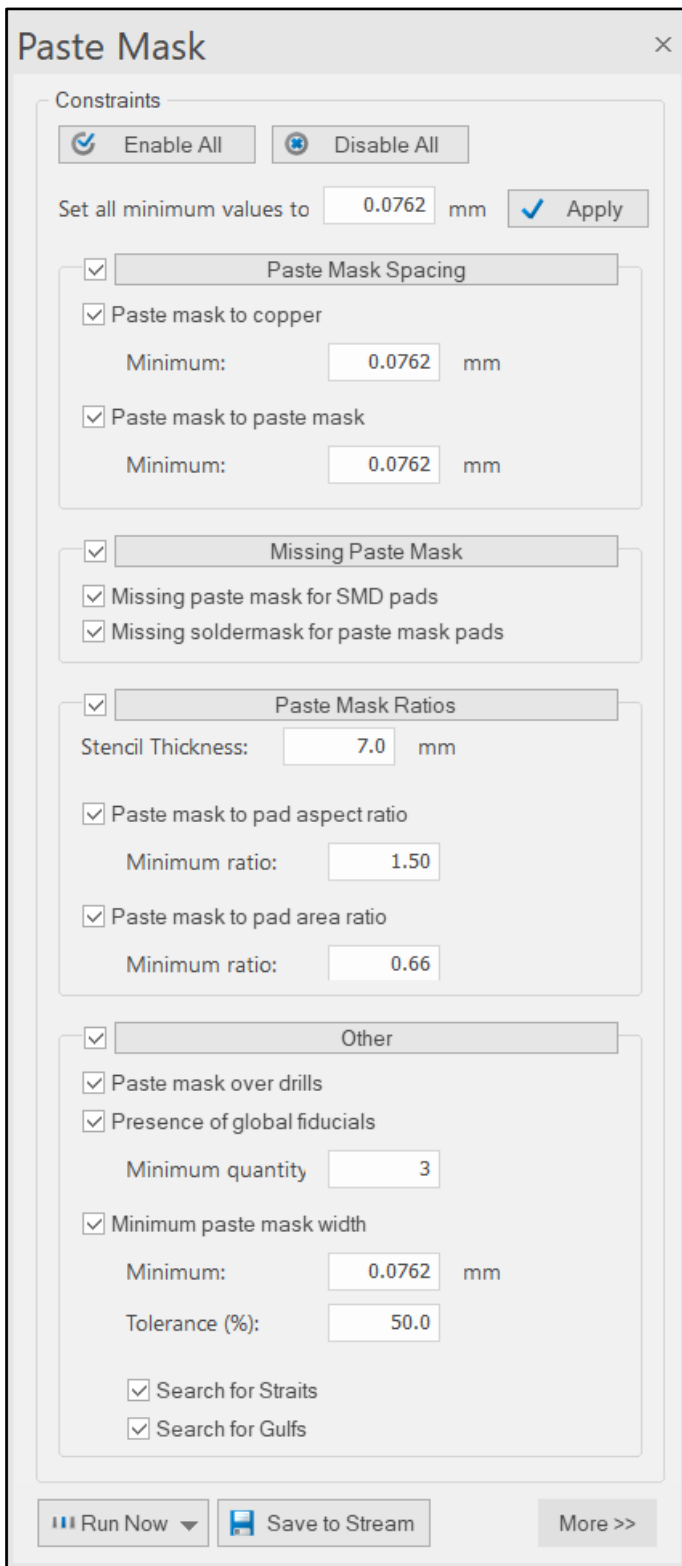

Рис. 45 Диалоговое окно инструмента Paste Mask.
13. Инструмент  - проверка вскрытий паяльной маски (рис.45).